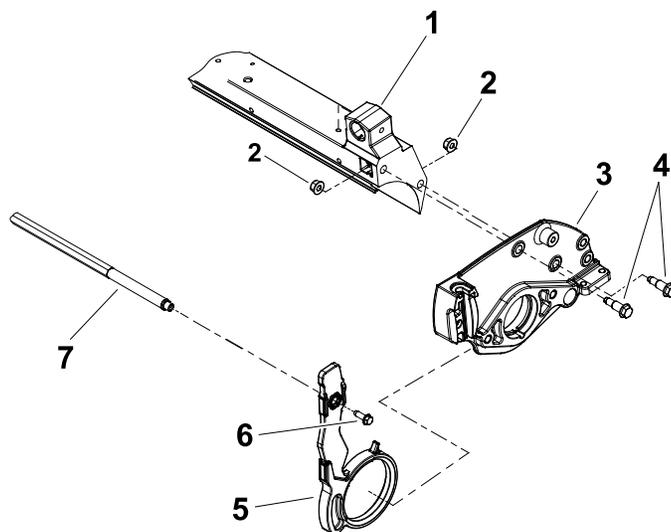

Рисунок 12
2. Осторожно наденьте боковую пластину с новым прижимным рычагом на узел режущего барабана (Рисунок 12).
3. Заверните ступенчатые болты и фланцевые гайки, чтобы прикрепить боковую пластину к поперечине (Рисунок 12).
5. Расположите поперечную тягу на прижимных рычагах и закрепите с помощью 2 винтов с буртиком под головкой (Рисунок 12).